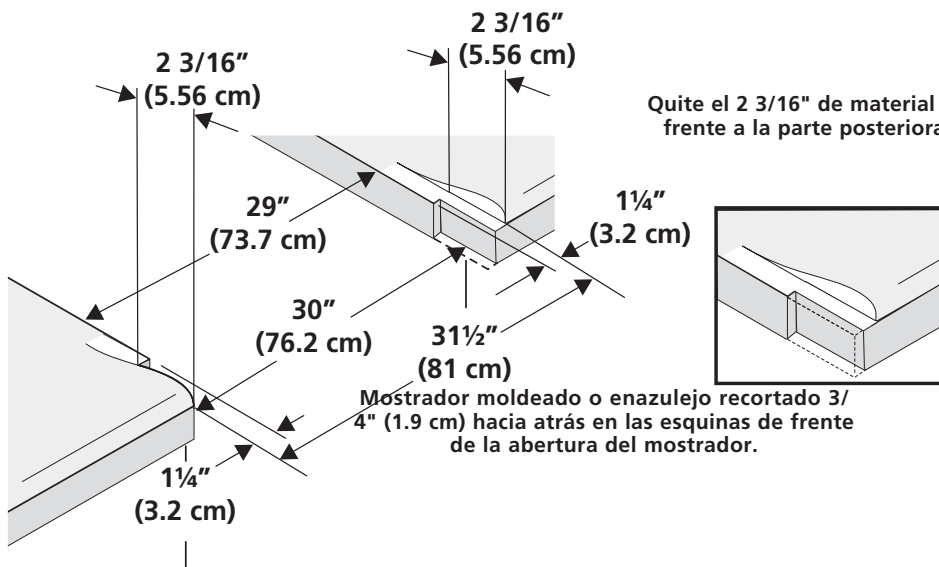

Figura 5
- Para la Anchura existente del Recorte de el 29" (73.7 cm) (Figura 5):